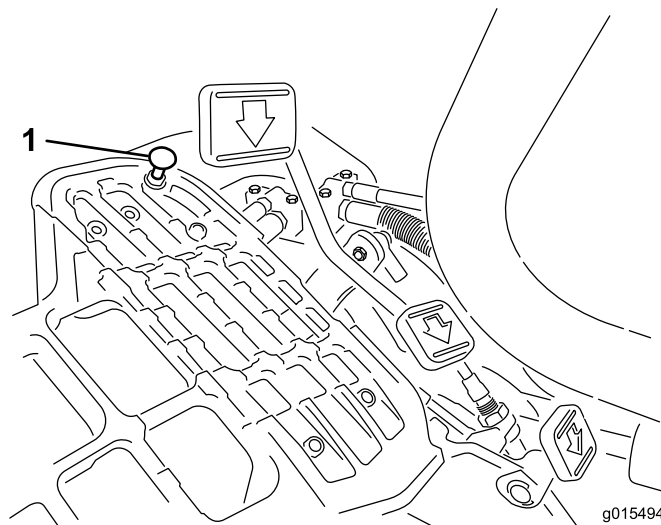

Figura 48
Carregue no pedal de tracção. Se o pedal entrara em contacto com o batente (Figura 48) antes de se sentir tensão no cabo, é necessário efectuar um ajuste:
1. Desaperte as porcas de bloqueio de cabeça de flange que fixam o batente do pedal à placa inferior (Figura 48).